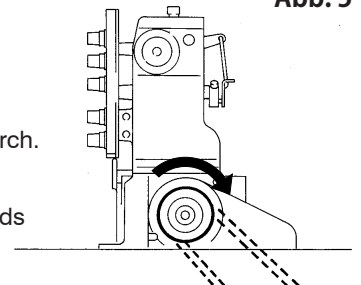

Abb. 5
3. Schalten Sie die Maschine vor der ersten Inbetriebnahme ein und überprüfen Sie die Drehrichtung des Handrads. Das Handrad sollte sich vom Handrad aus gesehen im Uhrzeigersinn drehen. (Abb. 5)